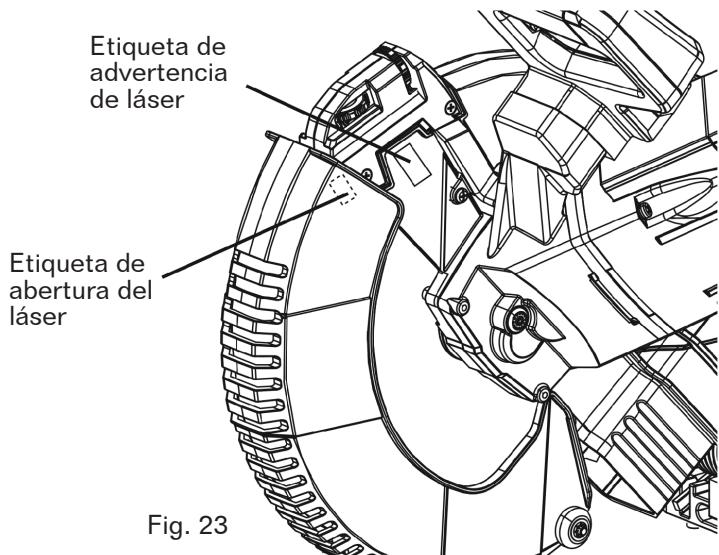

Fig. 23
- Etiqueta de advertencia de láser: Salida máxima: < 5 mW, Longitud de onda: 630 a 660 nm, Cumple con las normas 21 CFR 1040.10 y 1040.11 para producto láser Clase IIIa. (Fig. 23)
- Etiqueta de abertura del láser: EVITE LA EXPOSICIÓN: Esta abertura emite radiación láser. (Fig. 23)